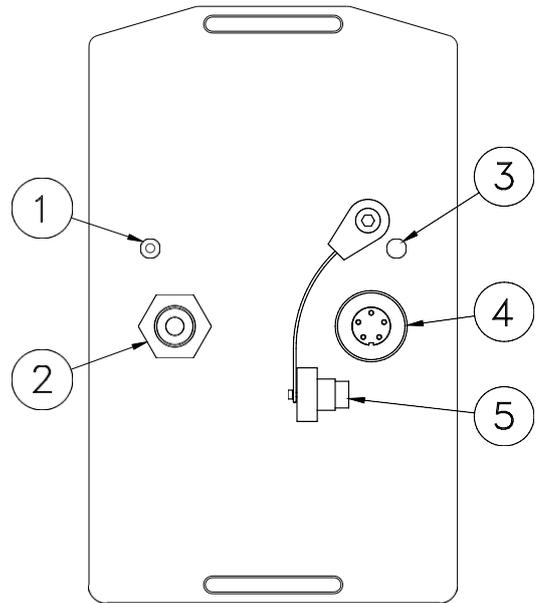

fig. 2 (ci-contre)
Pour recharger les batteries, utilisez exclusivement le chargeur HUBERG fourni avec le METREX 2. Assurez-vous que l'instrument est éteint ; si ce n'est pas le cas, éteignez-le. Branchez le chargeur sur une prise 220 V et insérez la fiche dans la prise du METREX 2 (4) (voir fig. 2). L'instrument reconnaît la connexion et passe automatiquement en mode recharge, même éteint. Pendant la recharge, la tension de charge s'affiche à l'écran (fig. 22).